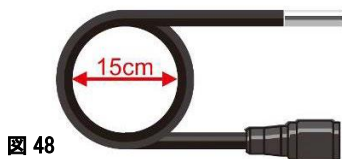

図 48
- ・ケースに収納する時など、プローブケーブルを巻くときは内径を 15cm 以上にしてください。また保管する時は、先端を真っ直ぐの状態での保管すること。(図 48)